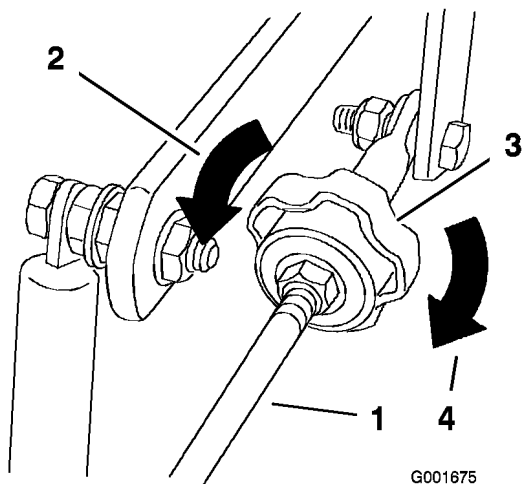

Figure 39
4. Pour que la machine tire à droite, tournez le bouton vers la droite de la machine (voir Figure 39).
5. Pour que la machine tire à gauche, tournez le bouton vers la gauche de la machine (voir Figure 39).